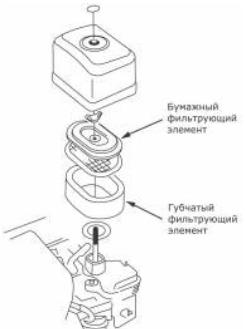

Рис. 12
**Очистка и замена воздушного фильтра (Рис. 12)**